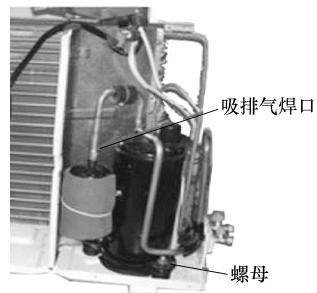

图 5-35 压缩机的拆卸
5) 压缩机的拆卸。拔掉压缩机连接线，然后用焊枪焊下吸排气焊口，最后将固定压缩机的螺母拧下，即可卸下压缩机。压缩机的拆卸如图 5-35 所示。